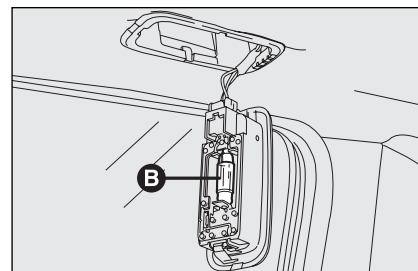

fig. 48
- ☐ remplacer l'ampoule **B-fig. 48** en la dégageant des contacts latéraux et en s'assurant que la nouvelle ampoule soit correctement bloquée entre les contacts mêmes.